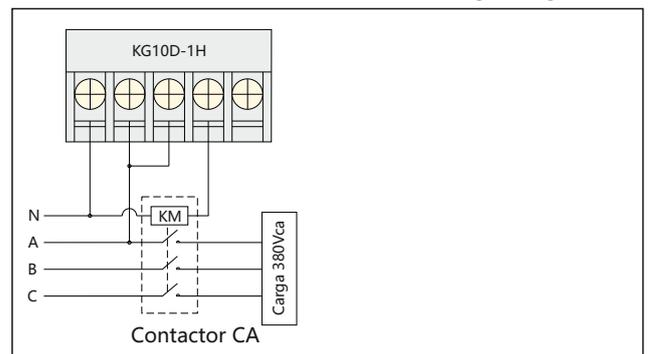

Imagen 3 KG10D-1Z
- 3.2 El KG10D-1Z es de 1 NA/1NC. Consulte la Imagen 3 para comprobar el método de cableado;